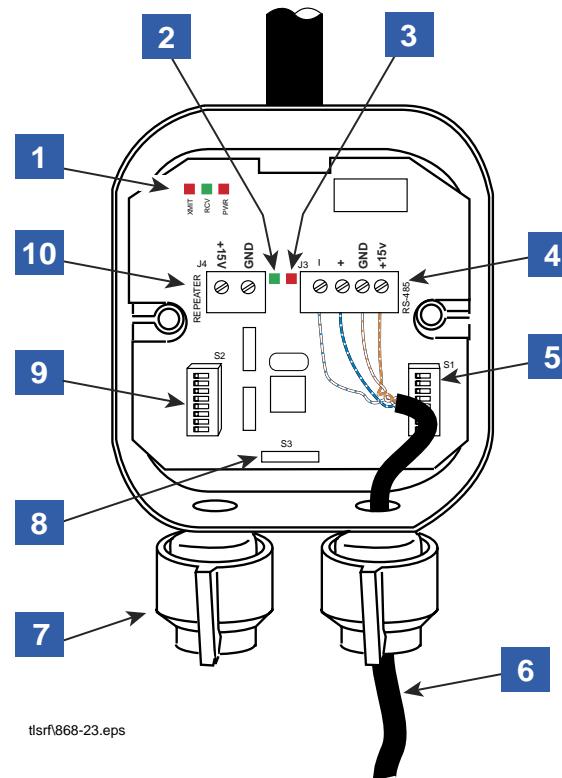

Abbildung 23. Verdrahtung des Empfängers
LEGENDE FÜR NUMMERIERTE KÄSTCHEN IN ABBILDUNG 23
7. Die VR-Busadresse und Standortnummer für den Empfänger eingeben (siehe Punkt 9 in Abbildung 23). HINWEIS: Es ist wichtig, dass diese Einstellungen sorgfältig vorgenommen werden, um Empfangsprobleme zu vermeiden. Zur Vermeidung potenziellen Fehlern siehe auch den Abschnitt Netzwerkkonfiguration. Außerdem bei der Eingabe von VR-Busadresse/Standortnummer das Netzwerkarbeitsblatt verwenden (siehe Anhang C).
7. Das andere Ende des Gleichstromkabels des Repeaters (schwarzer Draht an Masse und weißer Draht an +15 V) an die +15 V Ausgangsklemme des Empfängers (siehe Punkt. 10 in Abbildung 23) oder an eine unterbrechungsfreie 15 V DC-Stromversorgung der Kategorie 2 anschließen.
Diese Nummer wird mit den DIP-Schaltern 1-2 an S2 (siehe Abbildung 23 auf Seite 27) wie nachstehend gezeigt eingestellt.